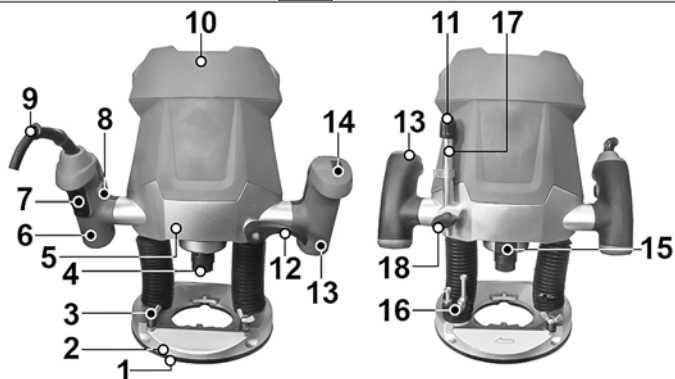

Рис. 2
6. УСТРОЙСТВО ФРЕЗЕРНОЙ МАШИНЫ (Рис. 2)